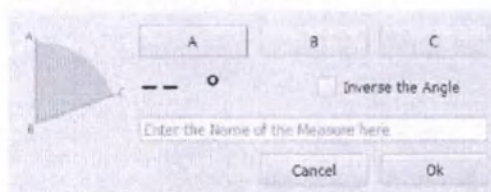

Рисунок 10: Всплывающее окно Угол.
- Угол (Angle): на видах 2D и 3D, расположите и подтвердите точки A, B и C, нажав на соответствующие кнопки (Рисунок 10). Если Вы выберете «Invert the angle» (Перевернуть угол), будет отображен противоположный угол.